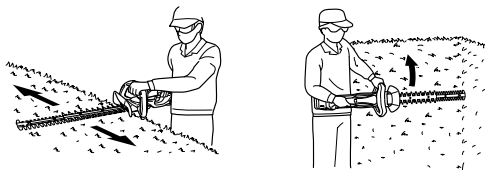

Fig. 11
- Tailler les haies en déplaçant l'outil de droite à gauche (ou de gauche à droite) et tailler les côtés en commençant en bas et en travaillant vers le haut. (Fig. 11)